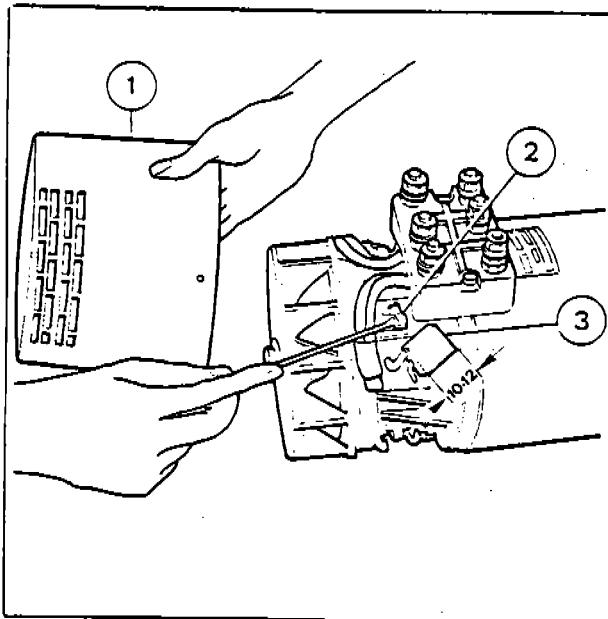

Fig. 44
1) Sfilare la calotta protettiva (1-Fig. 44) togliendo le viti di fissaggio.
2) Sollevare con utensile adeguato (acciavite ecc.) la molla (2-Fig. 44) di pressione e sfilare le spazzole (3-Fig. 44) dalla sede.